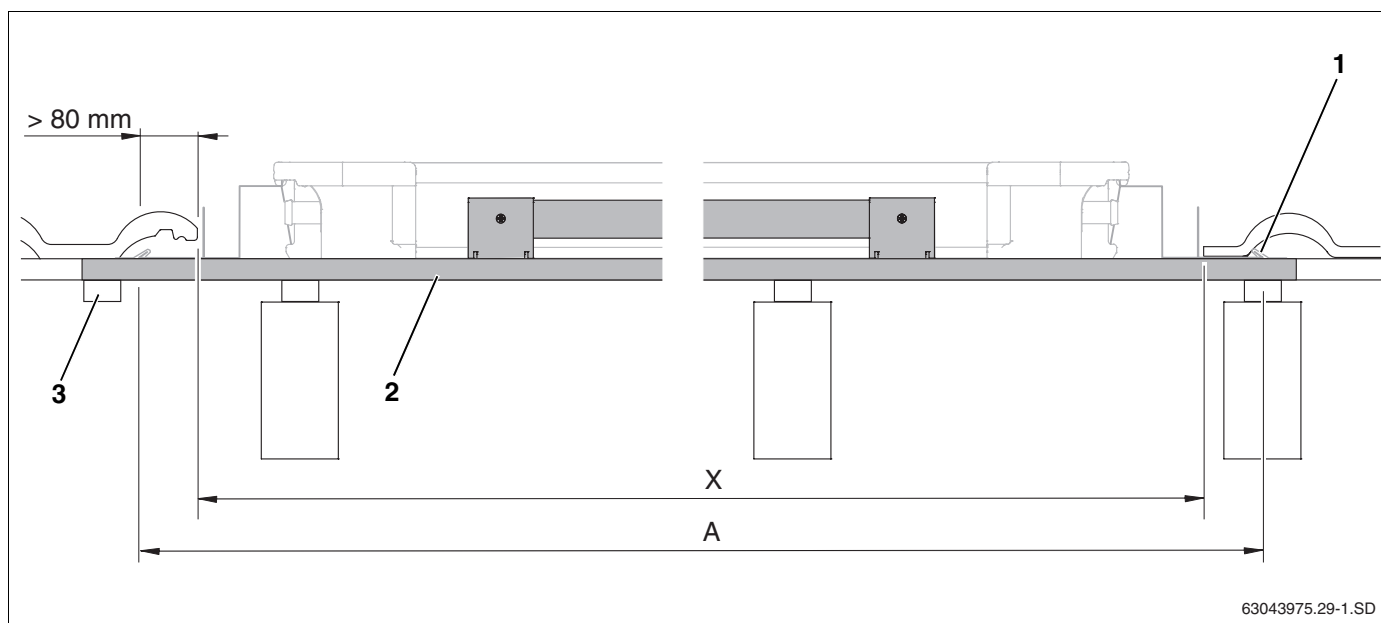
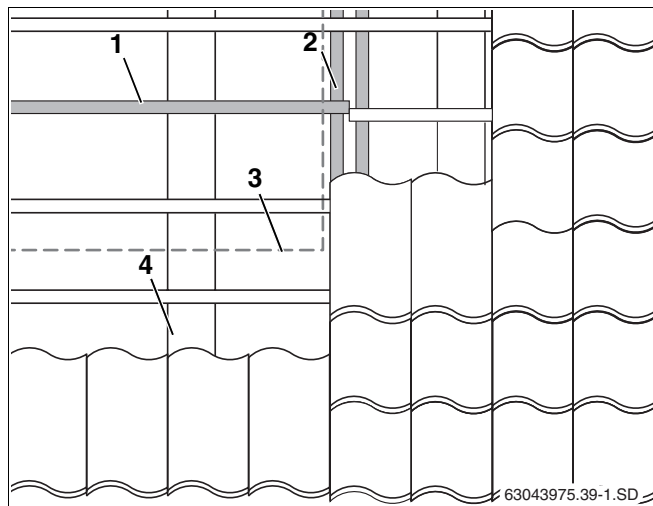

Fig. 9 Longueur des lattes supplémentaires (ici : première latte en bas avec dispositif anti-glisement)
Fig. 13 Déplacement de lattes dans le secteur du champ de capteurs
La longueur minimum des lattes supplémentaires (fig. 9, **pos. 2**) correspond à la largeur du champ de capteurs (table 5, page 14, dimension A) plus env. 10 cm pour les fixations latérales (fig. 9, **pos. 1**).
- Fixez les bords des lattes sur les chevrons ou reliez-les de manière suffisante, par ex. en les bloquant contre des lattes existantes (fig. 9, **pos. 3** et fig. 13, **pos. 2**).
Si une latte supplémentaire (fig. 13, **pos. 1**) doit être montée à proximité d'une latte existante, il faut déplacer cette dernière dans le secteur du champ de capteurs (fig. 13, **pos. 3**) et la fixer de manière suffisante (fig. 13, **pos. 2**).